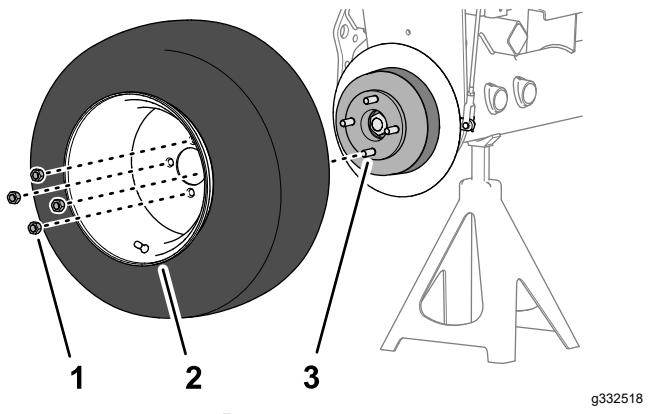

Рисунок 74
- Отверните 4 зажимные гайки, которые крепят переднее колесо к ступице, и снимите колесо (Рисунок 74).